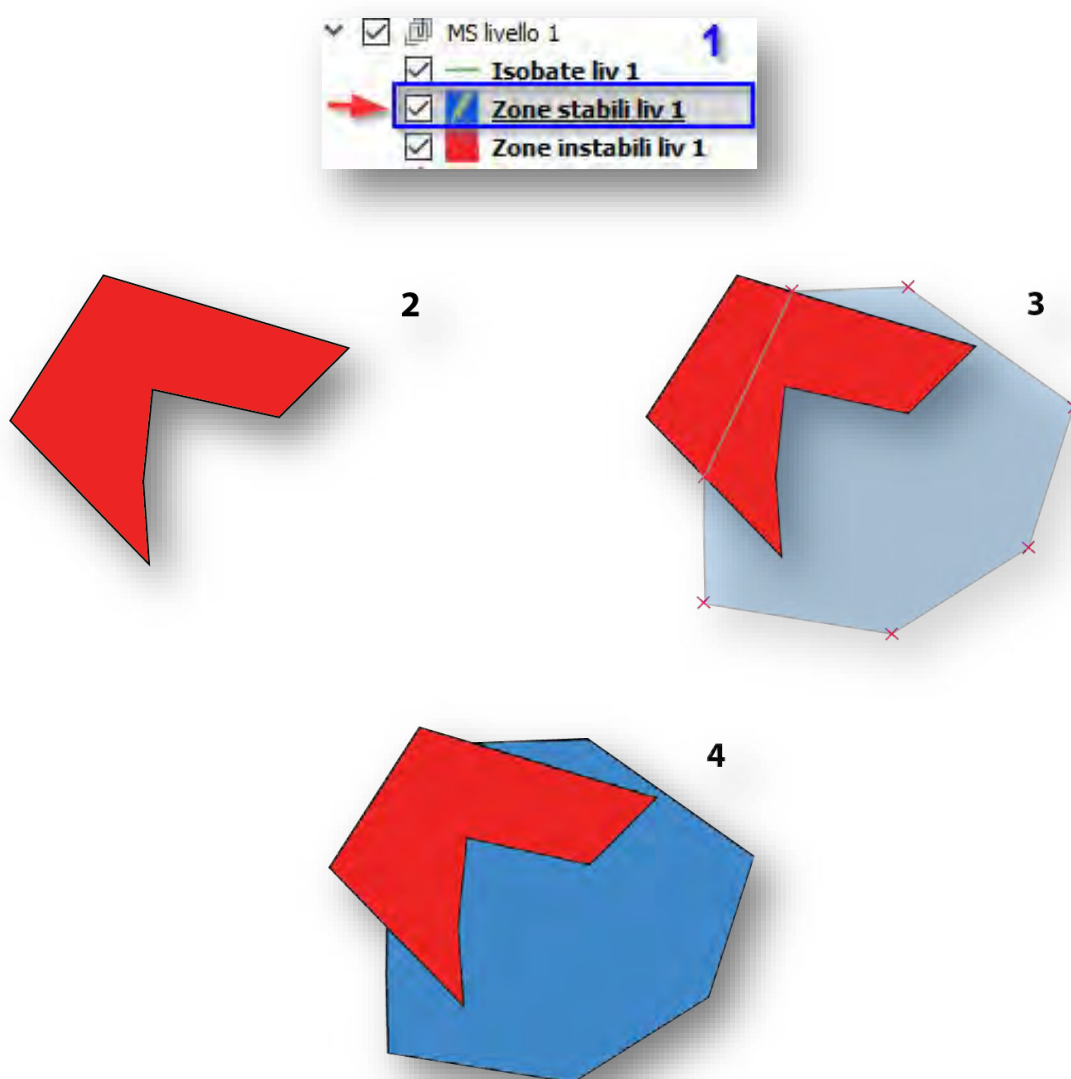

Figura 25 – Selezione del layer da editare nel Pannello layer (1). Editing topologico di un oggetto adiacenti (2-3-4)
- selezionare un layer all'interno del Pannello layer (Figura 25 -1);